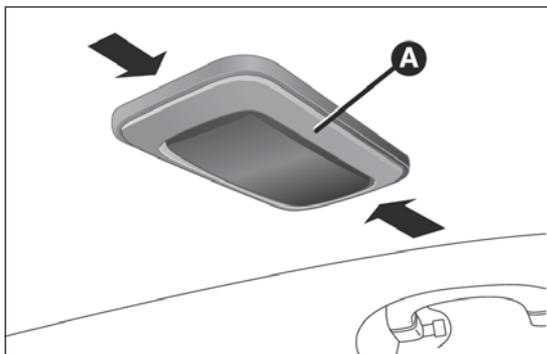

fig. 195
- actuar en el punto indicado por las flechas y retirar el plafón A fig. 195;
- ❑ volver a montar el plafón A fig. 195 introduciéndolo en su posición correcta, primero de un lado y, a continuación, presionando del otro hasta oír el "clic" de bloqueo.